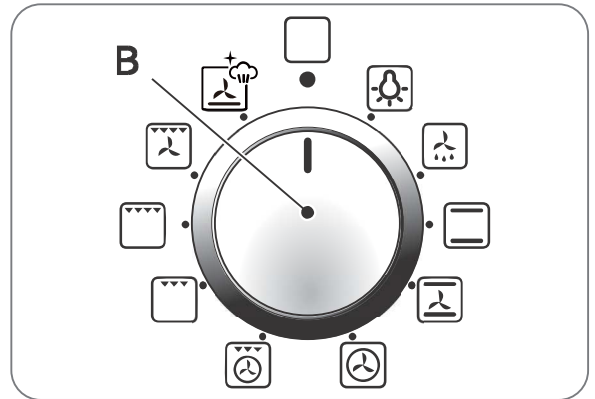
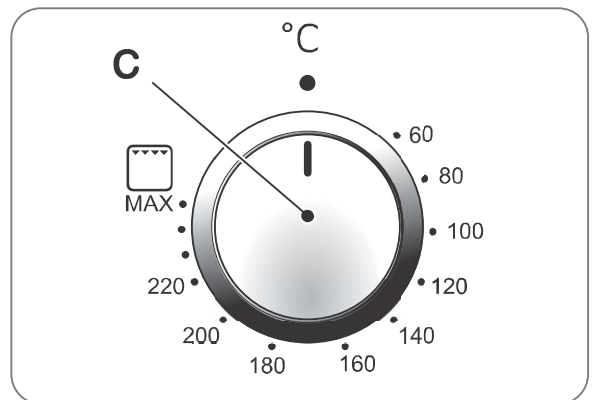

Abb. 4.2
Abb. 4.3
Zum Einschalten und Verwenden des Backofens im manuellen Modus (mit Ausschluss des Garprogramms) genügt es, den Drehknopf zur Auswahl des Garmodus (**B**, Abb. 4.2) in die gewünschte Position zu stellen und dann die Temperatur mit dem Thermostatdrehknopf (C, Abb. 4.3) einzustellen.
- 3 - Stellen Sie mit dem Drehknopf zur Auswahl des Garmodus (**B**, Abb. 4.2) die gewünschte Garfunktion ein und verwenden Sie den Drehknopf (C, Abb. 4.3), um den Thermostat einzustellen.